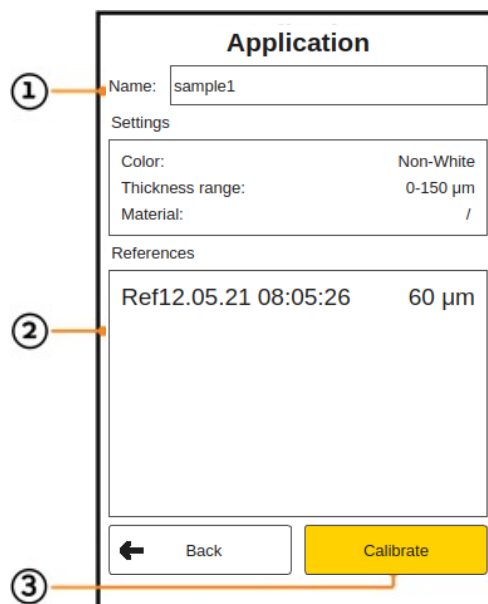

Figure 39 : Menu Étalonnage
L'écran du menu Figure 39 : Étalonnage montre les différents champs du menu d'étalonnage :
Les mesures sans valeur de référence sont ignorées dans l'évaluation de l'étalonnage. Une fois que tous les paramètres de la nouvelle application sont établis, naviguez avec les touches fléchées (D) jusqu'au champ « Calibrer » (3) (voir figure 39 : Menu Étalonnage).